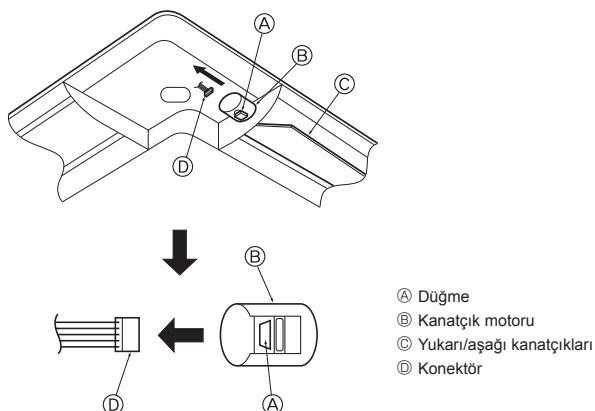

Fig. 6-17
6.4. Yukarı/aşağı hava akımı yönünün sabitlenmesi (Fig. 6-17)